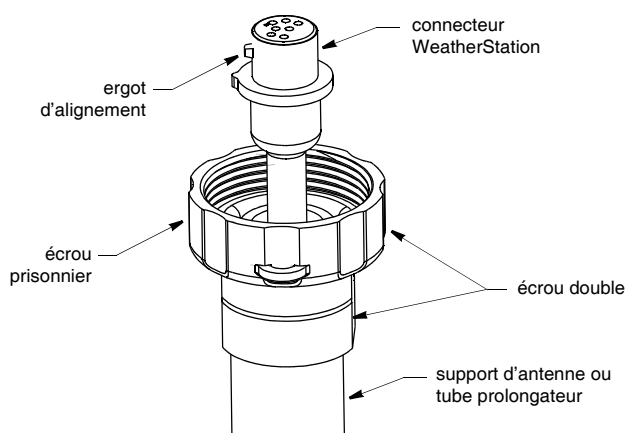

Figure 5. Connexion du câble au capteur WeatherStation
1. Avec l'écrou de fixation du câble vers le connecteur du capteur WeatherStation, passez le câble dans le tube prolongateur (si utilisé), le support d'antenne et la sortie de câble. *Veillez à laisser une longueur de câble libre suffisante au-delà de l'écrou de fixation* (voir Figure 5).